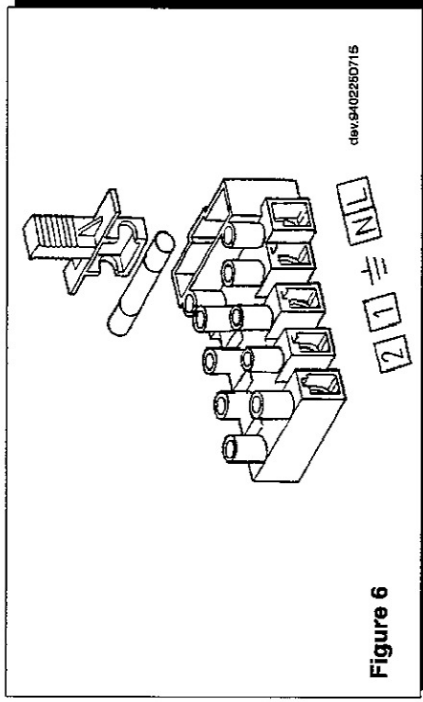

Figure 6
- * accéder au bornier d'alimentation (figure 6) selon la description du chapitre précédent;
- * enlever le shunt présent sur les bornes (1) et (2);